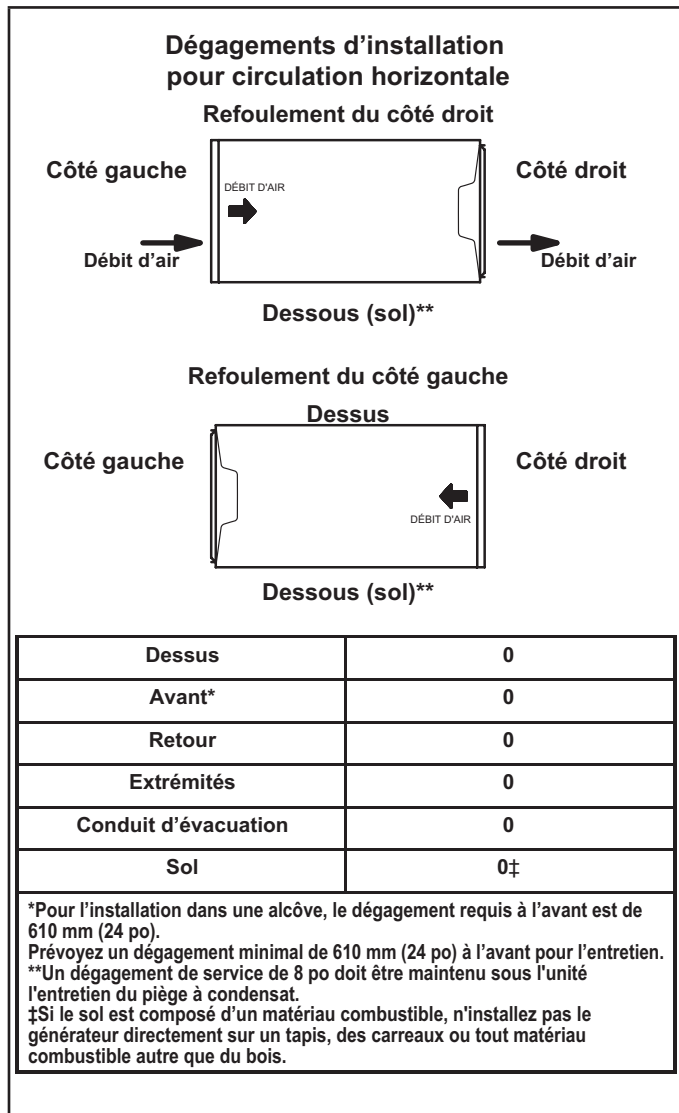

Figure 17
Reportez-vous à la Figure 17 pour les dégagements prescrits pour les configurations horizontales.
- 1 - Sélectionnez l'emplacement de l'unité en tenant compte des dégagements d'entretien et des autres dégagements nécessaires. Reportez-vous à la Figure 17.